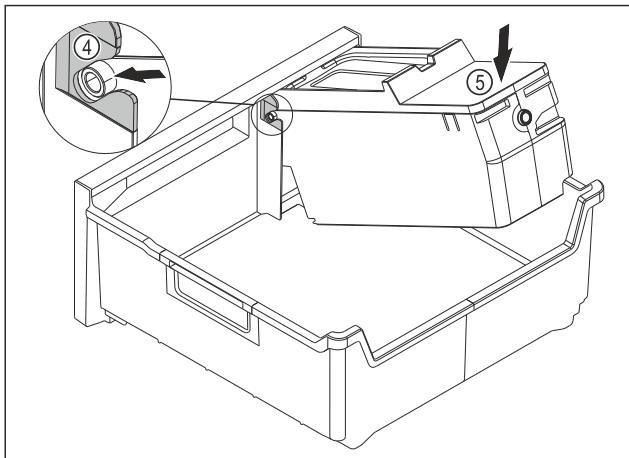

Fig. 147
- Монтаж на корпуса на EasyTwist-Ice: Вкарайте осите на корпуса на EasyTwist-Ice във водачите Fig. 147 (4).
- Натиснете надолу корпуса на EasyTwist-Ice Fig. 147 (5) отзад.